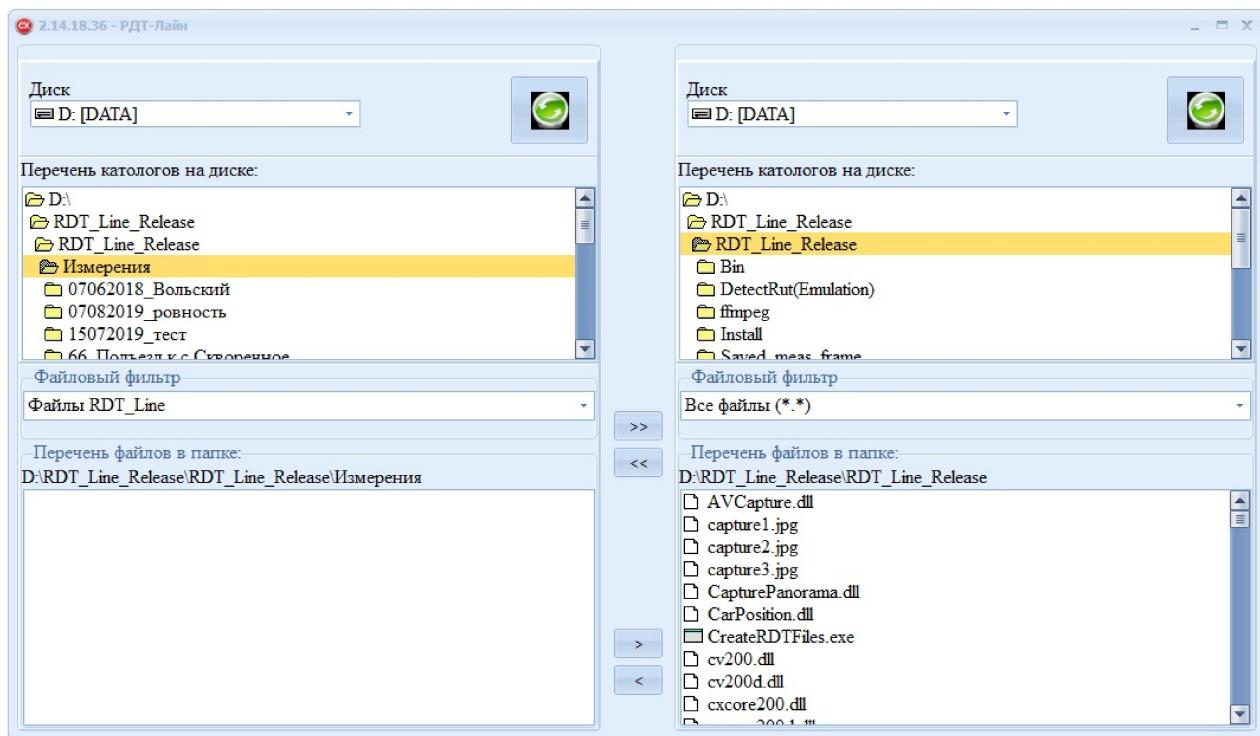

Рис.9.Общий вид файлового менеджера BlackBox.
□ взаимная передача данных между отдельными клиентами ПИК RDT-Line для синхронизации измеряемой информации при совместной работе нескольких ПДЛ или организации камеральной обработки в офисе — осуществляется как переносом всей базы данных с закрытой структурой (файл RDTLine.base), так и переносом отдельных папок с файлами измерений (см. Приложение 5). Для переноса отдельных папок предусмотрен файловый менеджер BlackBox (рис.9), доступ к которому осуществляется из модуля «RDT-Line. Измерения».